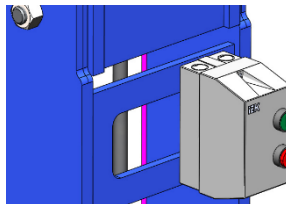
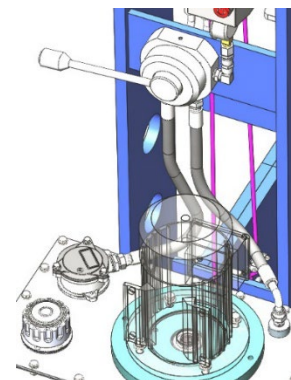

Рис. 1
Рис. 2
4.2 Контактёр электрический КМИ-11260 закрепить на раме и подсоединить к цеховой электросети 380 В (Рис. 1). В гидрораспределитель, расположенный на раме, вкрутить рукоятку. Соединить гидростанцию с гидрораспределителем рукавами высокого давления (РВД) согласно рисунку (Рис. 2).